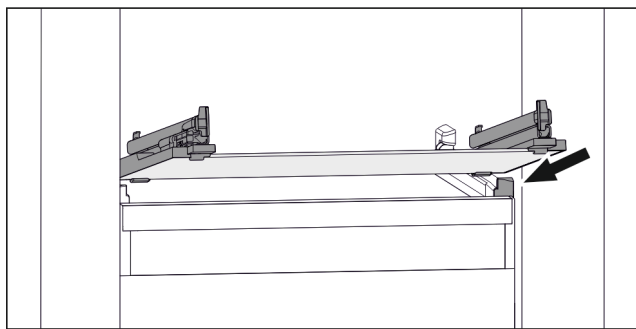

Fig. 113 Przykładowa prezentacja płyty szklanej
- ▶ Założyć płytę szklaną pod skosem za stoperami. (patrz Fig. 113)